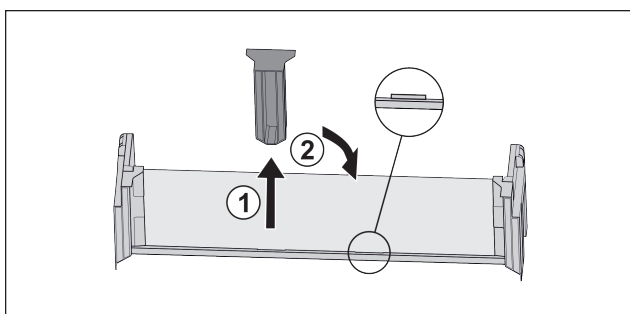

Fig. 54 *
- Stáhněte prostřední přídržný díl Fig. 54 (1)*
- Vložte prostřední přídržný díl do druhé polohy Fig. 54 (2)*